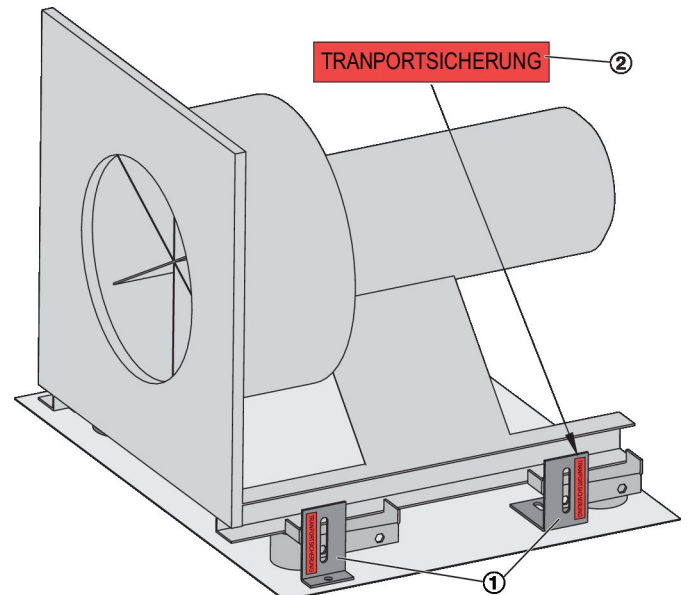

Abb. 10: Transportsicherungen
- 1 ▶ Am Ventilator die mit einem roten Aufkleber (Abb. 10 /2) markierten Winkel (Abb. 10 /1) demontieren.